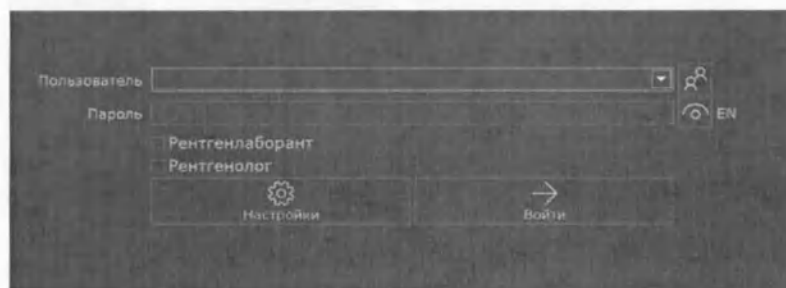

Рис. 1 Диалоговое окно входа СПО "РЕНЕКС-ФЛЮОРО"
- Произойдет загрузка окна аутентификации программы (Рис. 1 Диалоговое окно входа СПО "РЕНЕКС-ФЛЮОРО")¹;